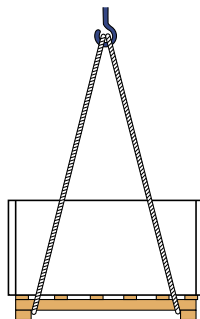

Abb. 4.
- Seile, Gurte oder Mehrpunktgehänge entsprechend Abb. 4 an der Palette anschlagen und Palette gegen Verrutschen sichern.